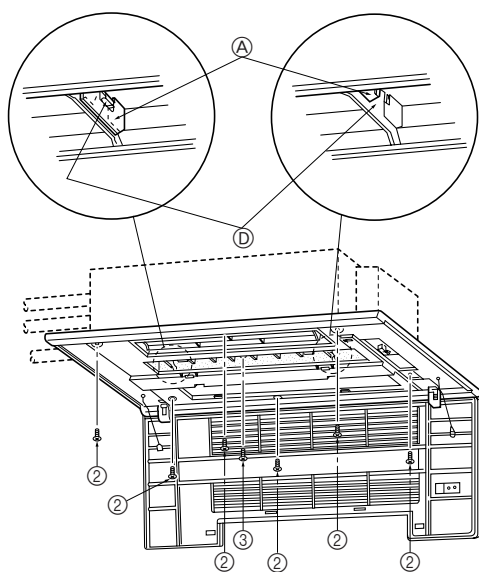
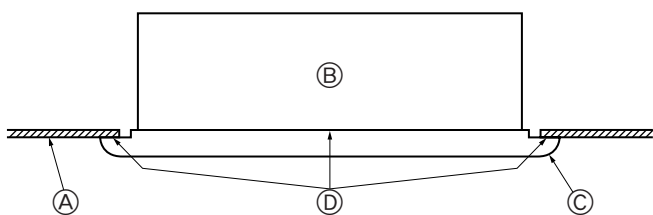

Fig. 5-5
Fig. 5-6
- Régler la face avant de sorte qu'elle s'insère correctement dans l'angle entre le plafond et le mur et attacher les boulons de fixation ② (fournis avec la grille) aux quatre emplacements prévus à gauche et à droite, en les laissant légèrement desserrés. (Fig. 5-5)
- Serrer ensuite les boulons de fixation ② et les vis de fixation ③ aux trois emplacements centraux.
- Serrer finalement les boulons de fixation ② aux quatre emplacements à gauche et à droite.
- A ce stade, vérifier qu'il n'y a pas de vide entre l'appareil intérieur et la face avant ainsi qu'entre la face avant et la surface du plafond. Si des vides subsistent, l'air risque de s'infiltrer par ceux-ci et de provoquer la chute de gouttes d'eau (Fig. 5-6).
- \* Serrer complètement les boulons ② et les vis de fixation ③.